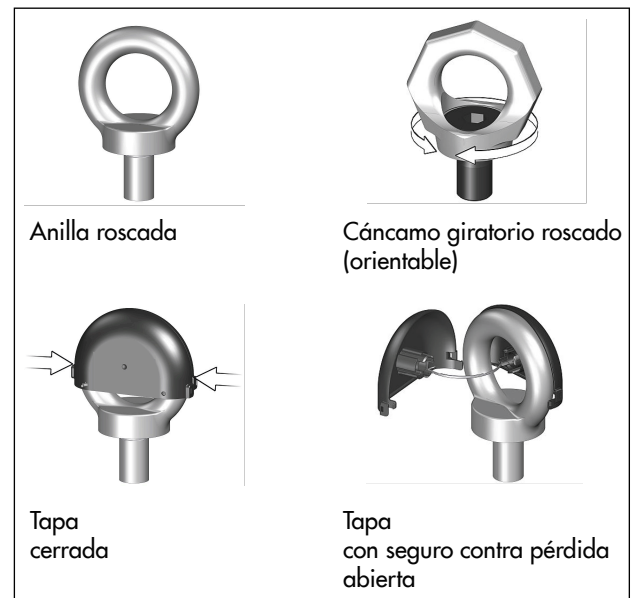

Fig. 13: Seguro contra pérdida en anilla roscada/cáncamo giratorio
1. Abrir y retirar la tapa de la anilla roscada presionando ligeramente las dos uniones clip laterales, ver Fig. 13.
6. Después del montaje: retirar las eslingas de elevación y volver a colocar la tapa de la anilla roscada y cerrarla, ver Fig. 13.